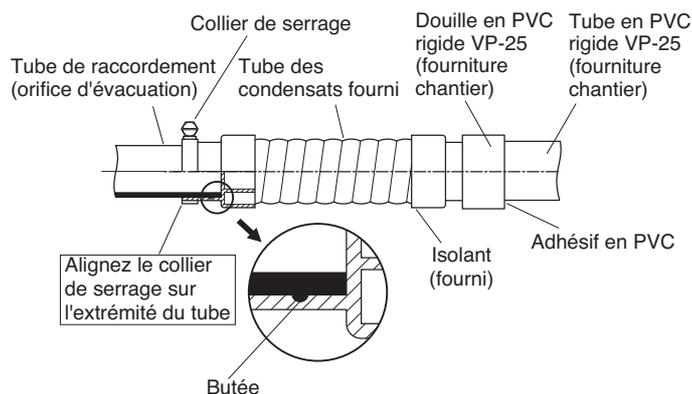

Fig. 3-6
(1) Préparez un tube en PVC rigide standard (diamètre extérieur 32 mm) pour l'évacuation et utilisez le tube des condensats et le collier de serrage fournis afin d'éviter les fuites d'eau. Le tube en PVC est vendu séparément. L'orifice d'évacuation transparent de l'unité permet de contrôler l'écoulement des condensats. (Fig. 3-6)
- Insérez le tube d'évacuation des condensats jusqu'à ce qu'il touche la douille comme illustré à la figure 3-6, puis fixez-le convenablement à l'aide du collier de serrage.
- Alignez les colliers de serrage sur l'extrémité du flexible. Serrez fermement le collier de serrage. Assurez-vous que la butée n'est pas recouverte par le collier de serrage. (Fig. 3-6)
Serrez les colliers du tube de sorte que leurs écrous de blocage soient orientés vers le haut. (Fig. 3-6)